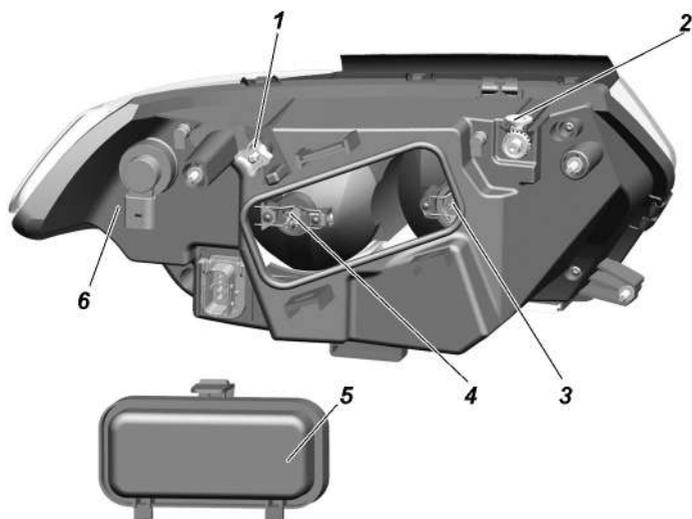

Рис. 9.34. Фара:
3. Включите ближний свет фар и, поочередно закрывая каждую фару, вращением регулировочного винта 1 (рис. 9.34) и регулировочной шестерни 2 добейтесь, чтобы светотеневая граница слева от точек E и E' совпала с линией 1, а справа – с линиями 2 и 2' для левой и правой фар соответственно. Точки перелома светотеневой границы должны совпадать с точками E и E'.
Замена ламп фар. Для замены лампы указателей поворота снимите колодку с патрона 6 (рис. 9.34), поверните патрон по